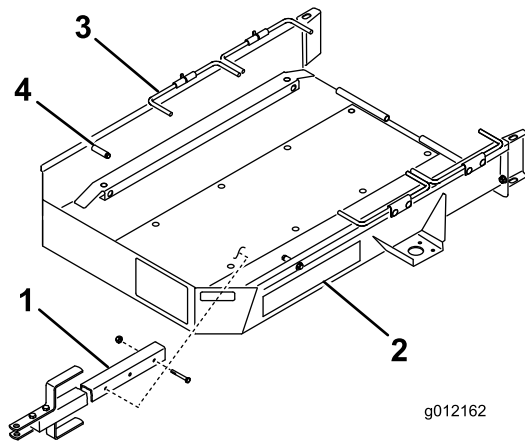

Figure 1
- Fixez le timon au support sur la face inférieure du plateau de la remorque à l'aide de 2 boulons (3/8" x 2 3/4"), 2 entretoises et 2 contre-écrous. Pour la plupart des applications, utilisez la série de trous avant dans le timon et le support (Figure 1).
- Déposez les bacs de la machine, désengagez l'entraînement du cylindre et placez la commande d'accélérateur en position bas régime. Conduisez la machine **lentement** sur la remorque jusqu'à ce que les roues de transport rencontrent les butées de la remorque (Figure 1).
- Faites pivoter le premier jeu de tiges de roue vers le bas, derrière les roues de transport (Figure 1).